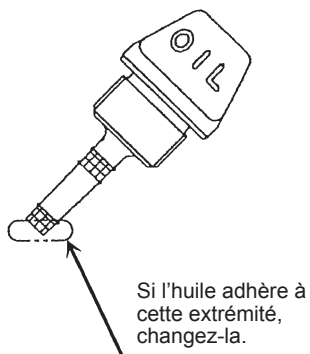
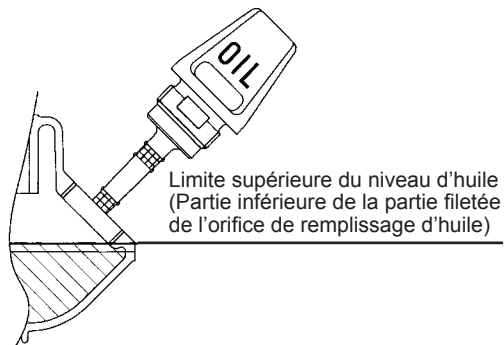

Fig. 1
Fig. 2
Lorsqu'il n'y a pas suffisamment d'huile et que seule l'extrémité de la jauge peut atteindre l'huile, notamment si la jauge est insérée dans le carter du moteur sans être vissée (Fig. 1), rajoutez de l'huile par l'orifice (Fig. 2).
(1) Maintenez le moteur de niveau et détachez la jauge d'huile.
(2) Versez de l'huile jusqu'au bord de l'orifice de remplissage. (Reportez-vous à la Fig. 2).